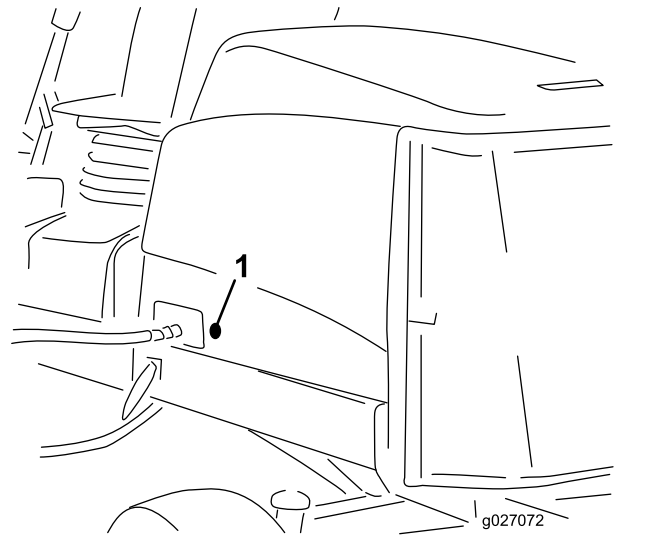

図 17
2. フードの左側についているゴム製のハトメを取り外す(図17)。